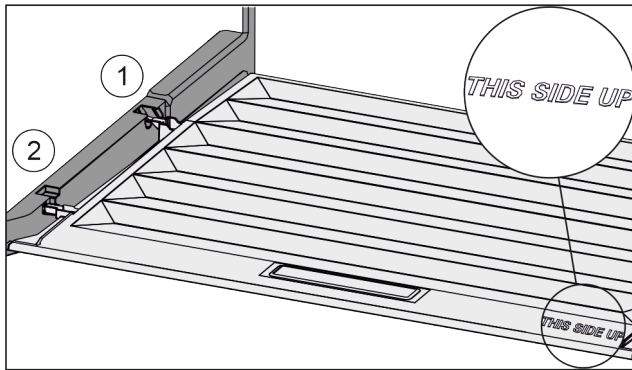

Fig. 112
- ▶ Вставити поперечні ребра через отвір заднього тримача Fig. 112 (1) і зафіксувати спереду у тримачі Fig. 112 (2).